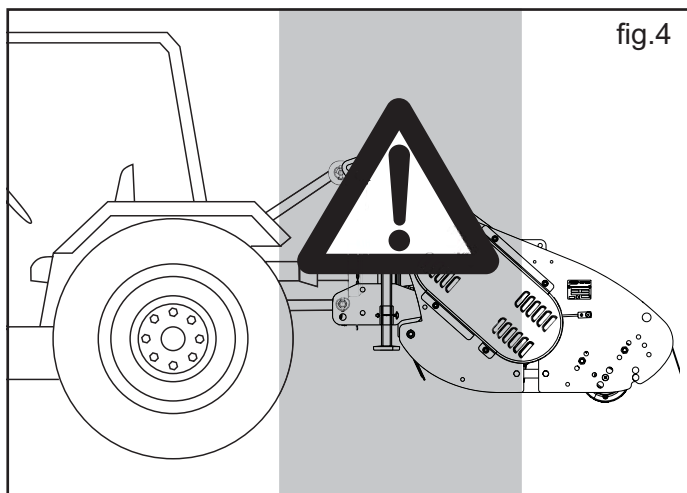

fig.4
- 5) È assolutamente vietato interporsi fra il trattore e l'attacco per manovrare il comando dall'esterno per il sollevamento (fig.4).
- 6) È assolutamente vietato interporsi tra il trattore e l'attrezzatura (fig.4) con motore acceso e cardano inserito. È possibile interporsi solo dopo aver azionato il freno di stazionamento ed aver inserito, sotto le ruote, un ceppo o un sasso di bloccaggio di adeguate dimensioni.